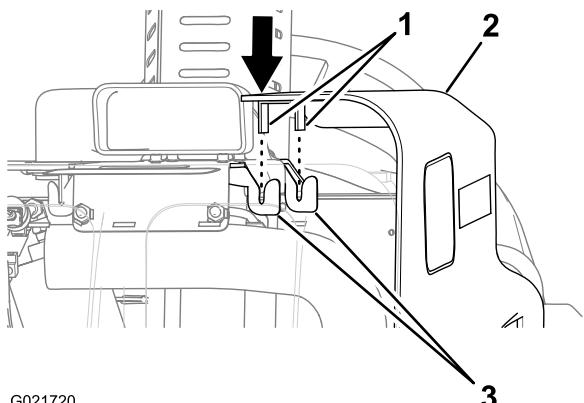

Рисунок 37
- Совместите выступы в верхней части боковой панели с приемными кронштейнами на машине (Рисунок 37).